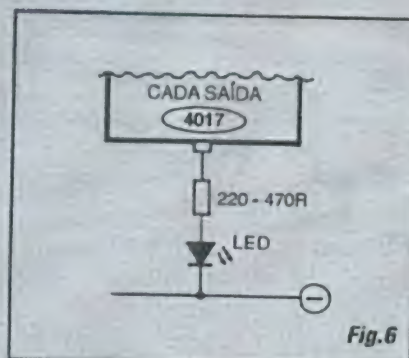

Fig. 6
- FIG. 6 - ACIONANDO LEDs... - Se a Tensão de alimentação for superior a 9V (até 15V, que é o limite superior teórico para os Integrados C.MOS...), e for desejado o acionamento de LEDs pelas Saídas do 4017, recomenda-se a intercalação de resistores limitadores, cujos valores - tipicamente - ficam entre 220R e 470R... Um fato a ser lembrado é que, se usarmos o estado "alto" das Saídas para a energização de LEDs, *jamaiz* teremos *mais de uma*